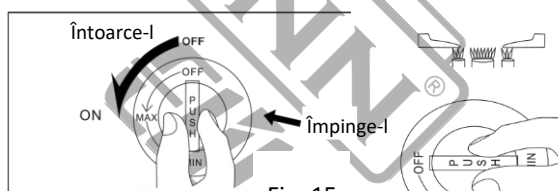
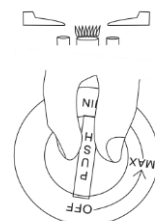

Fig. 15
Fig. 16
- a. Deschideți robinetul principal de gaz. Împingeți butonul de control al gazului înăuntru și rotiți-l spre poziția MAX (în sens invers acelor de ceasornic) până când auziți un clic. Asigurați-vă că arzătorul a fost aprins (Fig. 15) în această poziție, arzătorul dublu va aprinde atât arzătorul mic, cât și cel mare. Pentru a utiliza doar arzătorul mic, eliberați butonul de control al gazului și rotiți-l mai departe spre poziția MIN. (Fig. 16)